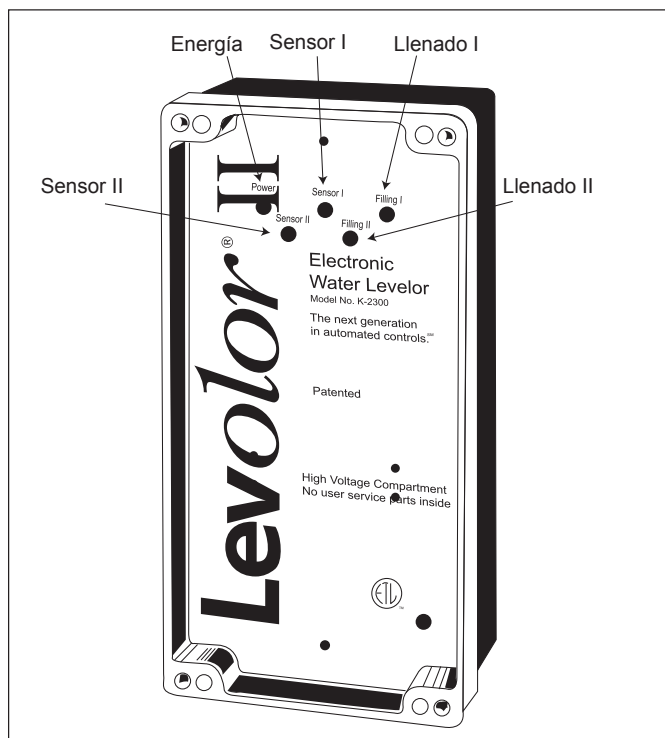

Figura 24. Luces del controlador de K-2300
El controlador de K-2300 posee cinco (5) luces indicadoras. Vea la Figura 24 y consulte la Tabla 2. La luz Power (Energía) se torna verde cuando la unidad está encendida. La luz Sensor I (Sensor I) se torna amarilla cuando el agua no está tocando las puntas del sensor I.